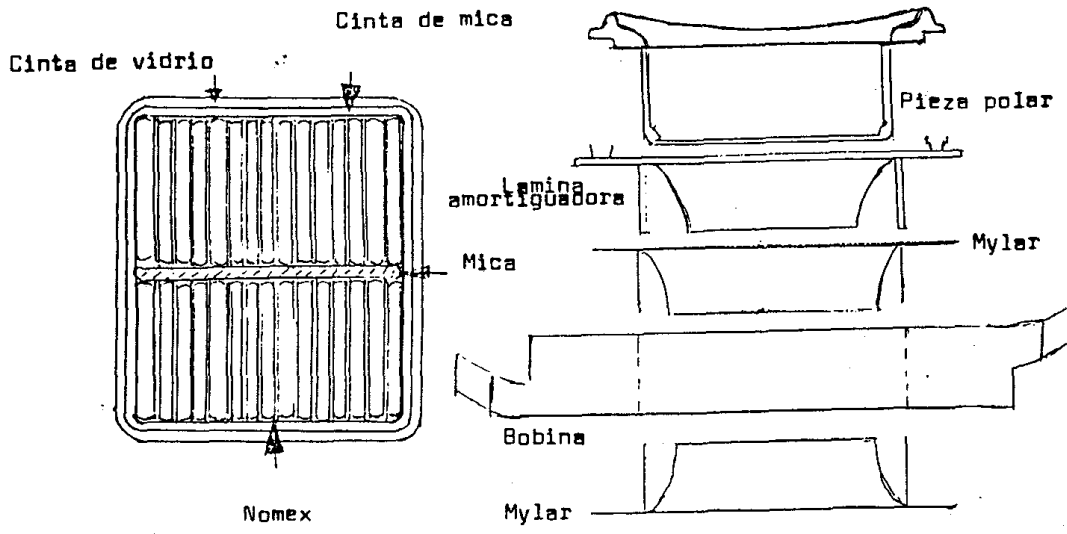

Fig. 19 - Descripción de la bobina de campo
- Campo : Monte en la pieza polar la bobina, siguiendo las indicaciones de la Fig.19 :